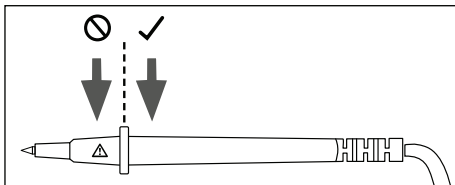

Abb. 3
- ▶ Halten Sie die Messspitzen **6** nur im vorgesehenen Griffbereich fest (siehe Abb. 3). Der Bereich mit dem Warnzeichen **⚠** darf nicht berührt werden, ansonsten besteht beim Messen Gefahr durch Stromschlag!